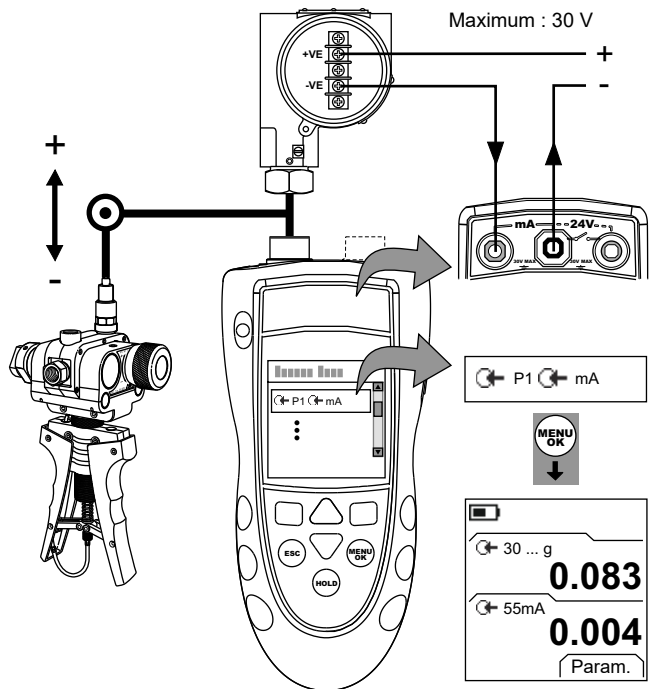
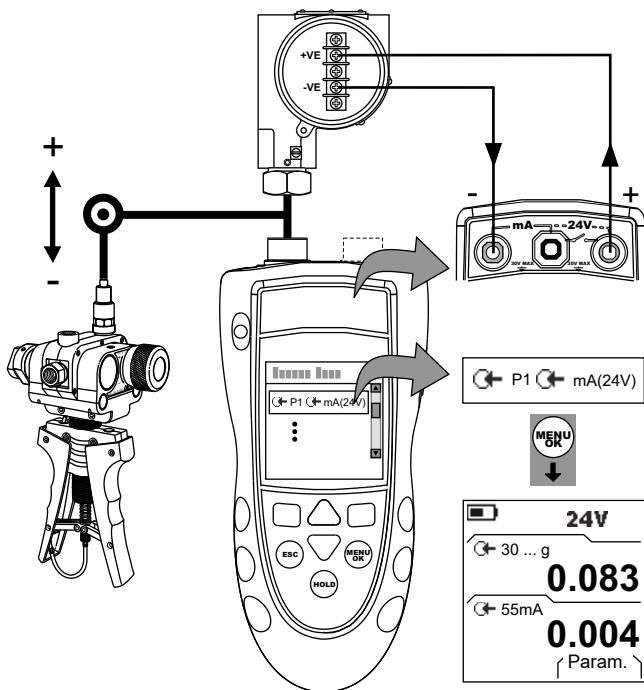

Figure 5 : Exemple de configuration - Étalonnage de transmetteur avec boucle d'alimentation externe
Figure 6 : Exemple de configuration - Étalonnage de transmetteur avec boucle d'alimentation interne
1. Raccorder l'instrument (Figure 5 ou Figure 6) et, si nécessaire, régler la *Configuration* (Tableau 1).